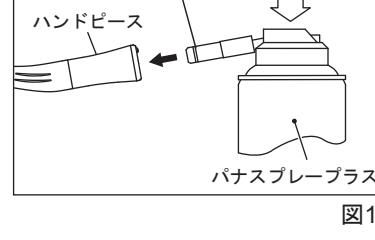

図18
- 2 Eタイプスプレーノズルをハンドピース後部へ挿し込み、2~3秒間のスプレーを2~3回繰り返し、ハンドピース先端から出るオイルに血液等の異物がまざらなくなるまで内部の洗浄注油を行います。(図18)